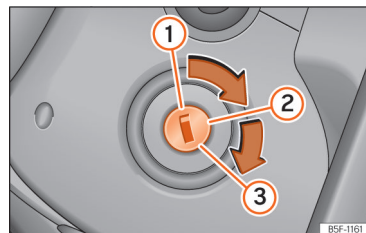

Рис. 82 Замок запалювання
- Поверніть ключ у положення >>> **рис. 82 ②**.
- Не натискайте педаль акселератора, коли повертаєте ключ у положення >>> **рис. 82 ③**.
- Відпуская педаль, щойно двигун заведеться. Ключ сам повернеться в положення ②.
- Автомобілі з замком запалювання: Поверніть ключ запалювання в положення >>> **рис. 82 ①**.
- Автомобілі з кнопкою стартера: Коротко натисніть кнопку стартера >>> **рис. 82**.